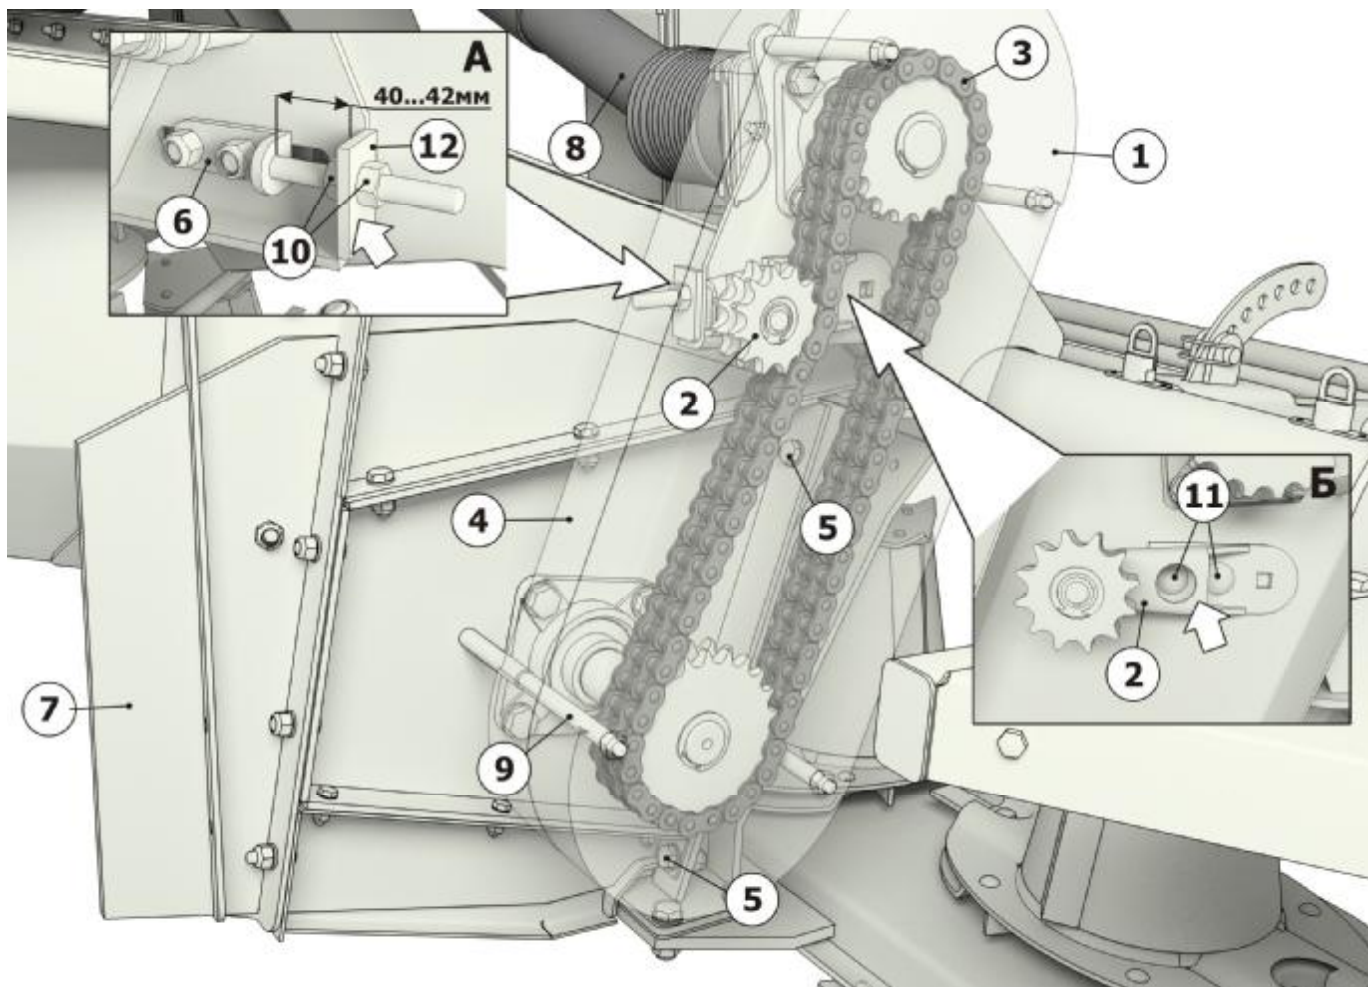

Рис. 7 Демонтаж и монтаж кондиционера
Косилка поставляется с кондиционером в базовой комплектации. Поэтому, для того чтобы использовать ее без кондиционера, или установить на нее плющильные вальцы, необходимо предварительно кондиционер демонтировать. Для этого нужно произвести следующие операции (рис. 7):
1. Натяжную звездочку необходимо поставить таким образом, чтобы болты 11 располагались на двух крайних левых отверстиях тяги натяжной звездочки, как показано на рис. 7Б стрелкой.
2. Регулировочные гайки 10 натяжения цепной передачи должны располагаться по обе стороны упора 12, как показано на рис. 7А стрелкой.
Натяжение цепи считается оптимальным, если установлен размер 40...42мм между торцом тяги 6 и торцом упора 12, как показано на рис. 7А.
Натяжение цепной передачи привода кондиционера и плющилки регулируется перемещением натяжной звездочки по пазу кронштейна балки. Натяжение цепи считается оптимальным, если установлен размер 40...42мм между торцом тяги 6 и торцом упора 12, как показано на рис. 7А и 8А. Натяжение цепной передачи плющилки производится гайками 8 (рис. 4).